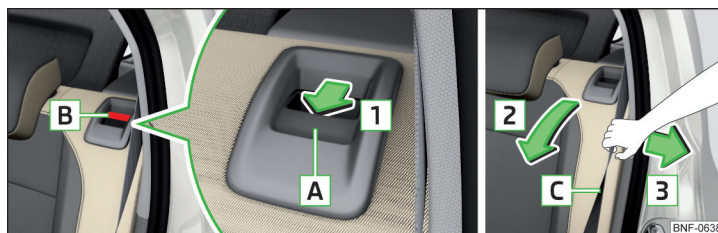

Fig. 55 **Abatir el respaldo**
- Presionar el tirador de desbloqueo **A** en sentido de la flecha **1** » fig. 55.
- Presione los tiradores de desbloqueo **A** en ambos lados del respaldo en la dirección de la flecha **1** » fig. 55.
- Cerciórese de que la marca roja [B] » fig. 55 ya no sea visible.
- Asegurar, que las marcas rojas [B] » fig. 55 en ambos lados del respaldo no sean más visibles.